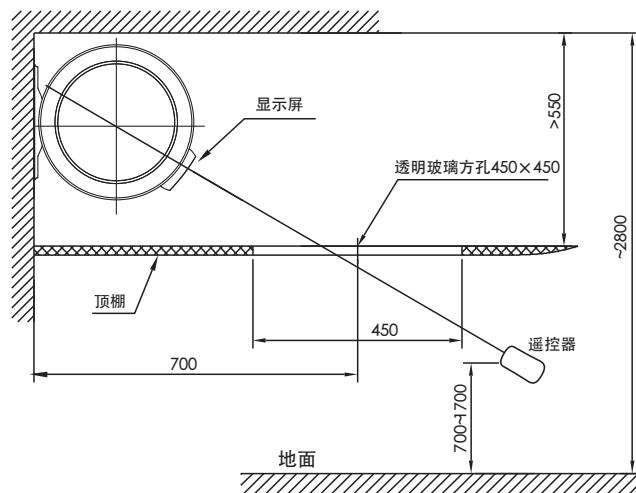

图 10
- 装在顶棚内的遥控型热水器的安装使用说明为了节约卫生间的空间，卧挂式安装的热水器也可以安装在天花板的顶棚内，如图10所示；